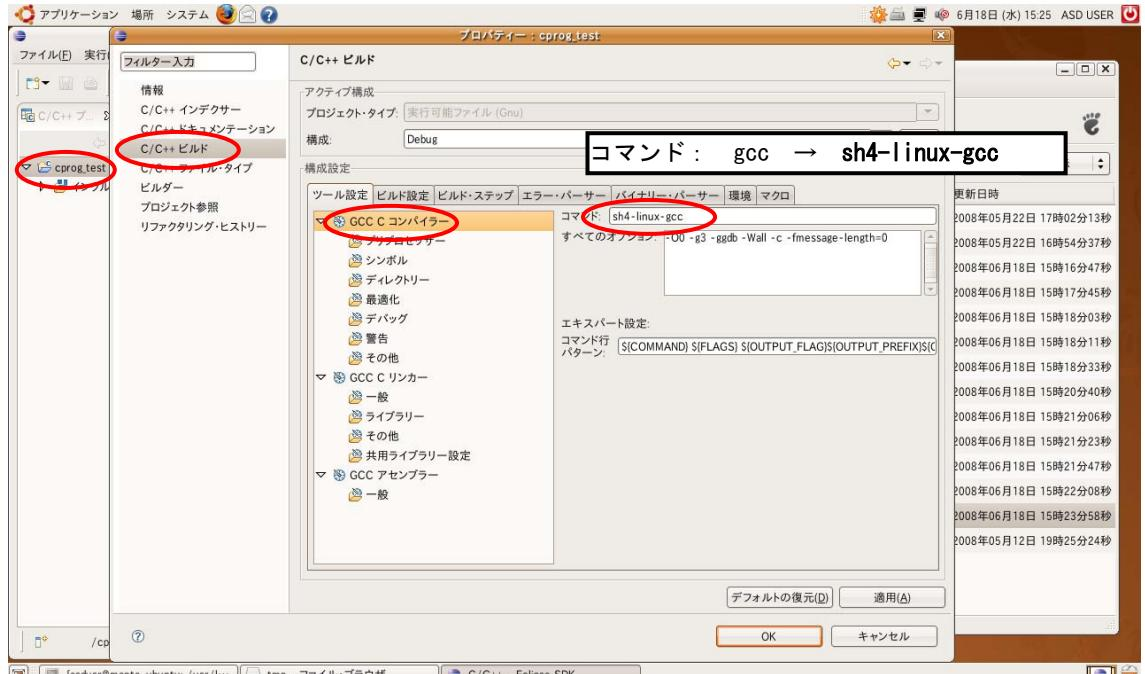

図 3-6-3-1. プロパティー画面(GCC C コンパイラー)
「3-6-2 プロジェクトの新規作成」で作成したプロジェクト（例では「cproc\_test」）をクリックし、メニューから「プロジェクト (P)」→「プロパティー (P)」をクリックすると、図 3-6-3-1 の画面が表示されます。
ここで、図 3-6-3-1 の画面の左側、情報として「C/C++ビルド」を選択してください。